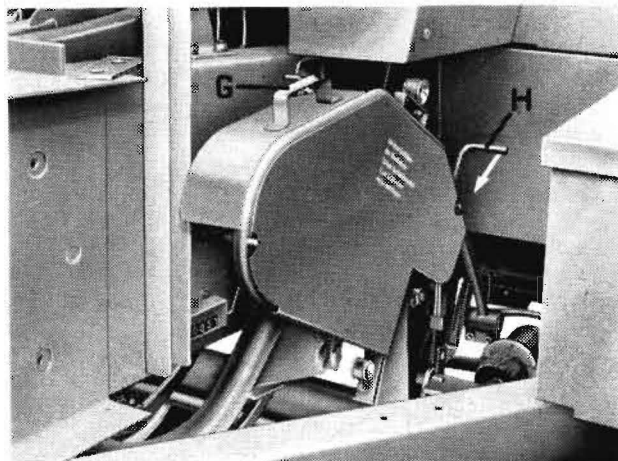

Bild 25
Das Herunterschwenken des Nadelschutzes ist nur rechtsseitig in Fahrtrichtung möglich. Hierzu wird mit der linken Hand der Griff (G) gefaßt und der Hebel (H) mit der rechten Hand gezogen (Bild 25).